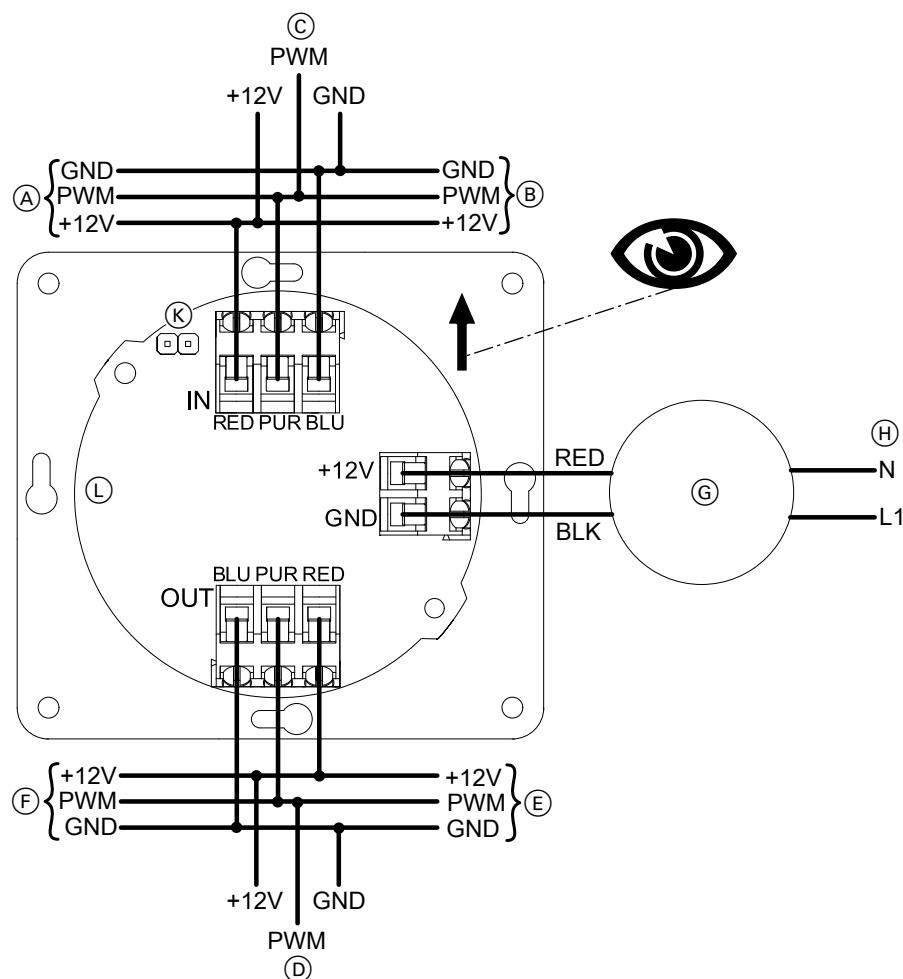

Abb. 17
1. Ventilatoren der Lüftungsgeräte und Stromversorgung des Netzteils gemäß Abb. 17 anschließen.